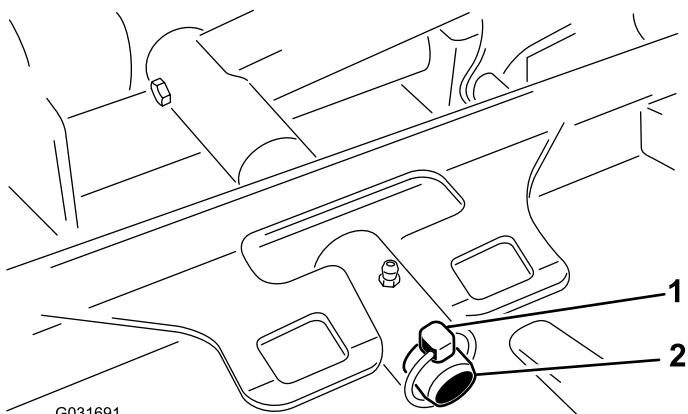

図 62
3. デッキのキャリアフレームを昇降アームのピボットピンに固定しているリンチピンを外す図62。
3. デッキのキャリアフレームを昇降アームのピボットピンに入れ、リンチピンで固定する図62。